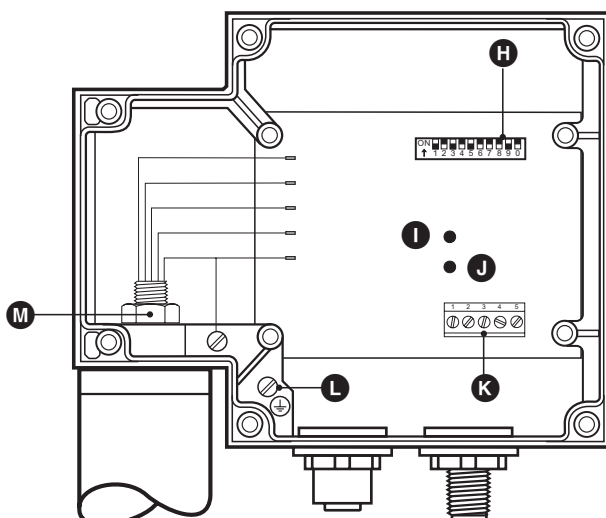

Fig. 6
- Schraube **M** mit 17er Maulschlüssel lösen. Nicht abschrauben! **Fig. 6**